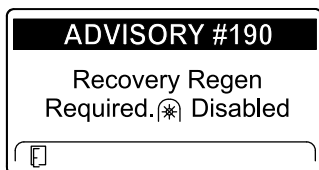

Рисунок 52
- Требуется восстановительная регенерация – механизм отбора мощности выключен, ИНФОРМАЦИОННОЕ СООБЩЕНИЕ № 190 (Рисунок 52)